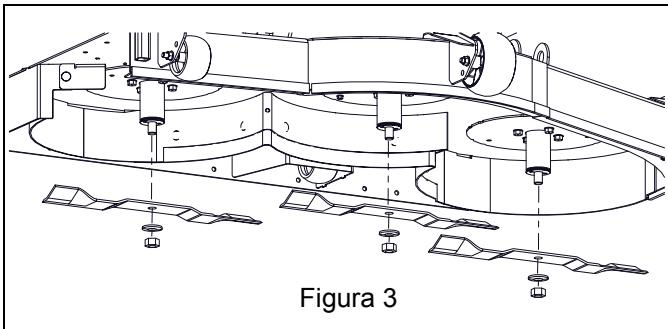

Figura 3
- Quite tres tuercas hexagonales de 5/8" y las arandelas que sujetan las cuchillas y quite las cuchillas. Guarde las cuchillas para trabajar sin el kit de acolchado. Guarde las tuercas y las arandelas para instalar el kit. Consulte Figura 3.